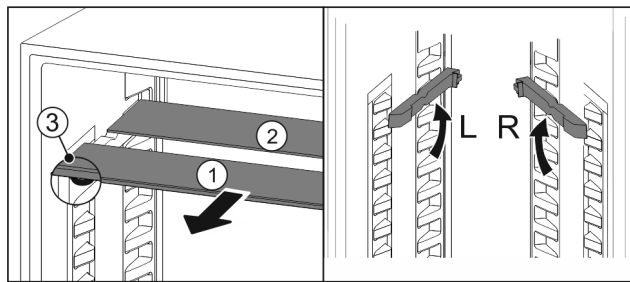

Fig. 91
- Træk glaspladerne ud enkeltvis fremad Fig. 91 (1).
- ▷ Glaspladen Fig. 91 (1) med pyntelisten ligger foran.
- ▷ Stoppene Fig. 91 (3) peger nedad.